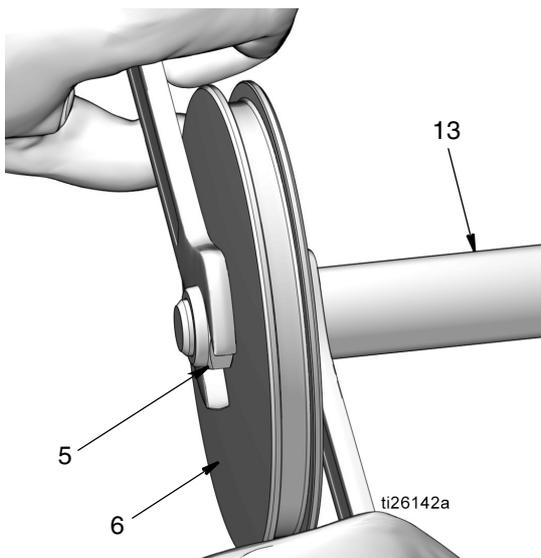

FIG. 51
- d. Monter l'écrou (5) sur l'extrémité de la tige de piston (13). Tourner deux clés dans le sens opposé l'une de l'autre pour serrer l'écrou. Poser une clé à fourche sur les méplats de la tige de piston ; la seconde clé est utilisée pour serrer l'écrou (5) comme indiqué à la FIG. 51.